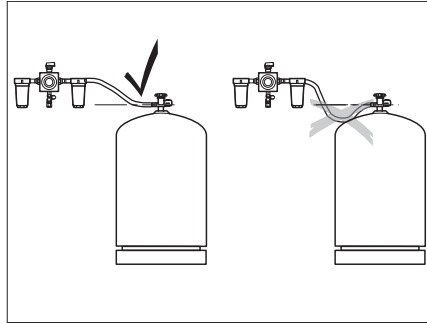

Bild 184 Verlegen der Hochdruckschläuche
- ▷ Beim Verlegen der Hochdruckschläuche darauf achten, dass die Schläuche stetig steigen (Bild 184).